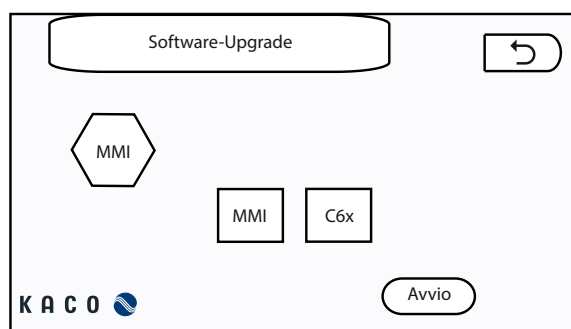

Figura 34: schermata "Software Upgrade"
- ☞ Selezionare "MMI" e premere "Avvio" (figura 34)